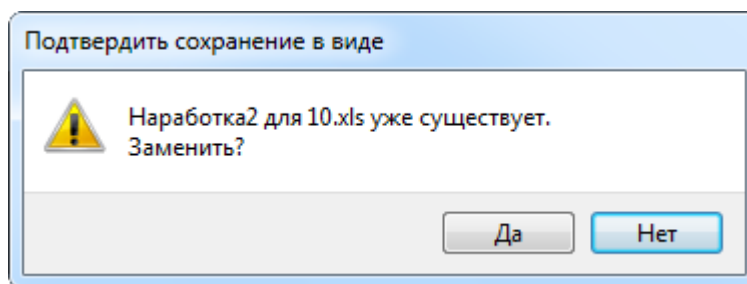

Рис. 25-49 – Подтверждение о перезаписи файла
4) Для сохранения файла нажать кнопку «Сохранить». Если файл с таким именем уже существует, выводится предупреждающее сообщение (рис. 25-49).